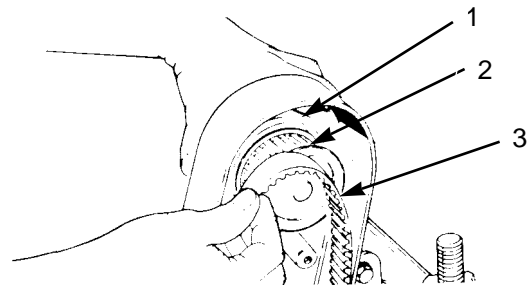

図11
注: Cuttingユニットにモータを取り付ける前に、モータ・プーリの固定ネジがモータ・シャフトにしっかり止まっているのを確認してください(図11)
3. リール・モータ・プーリをハウジングから入れ、ベルトをまわし掛ける(図11)